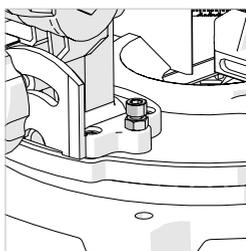

Fig. 11
- Se necessario, ruotare la vite verso l'interno o verso l'esterno mediante una chiave esagonale. **(Fig. 11)**